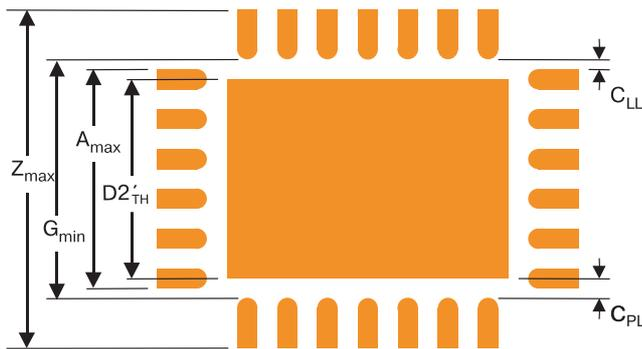

Рис. 3. Размеры контактных площадок печатной платы
Приведенная формула (1) для G_{min} не позволяет произвести расчет размеров площадок по всем четырем сторонам корпуса. Для предотвращения образования мостиков припоя между соседними площадками, расположенными на перпендикулярных сторонах корпуса, необходим зазор C_{LL} (рис. 3). Его принимают равным 0.1 мм, и в результате формула для определения G_{min} выглядит следующим образом:
Размеры площадки под теплоотвод равны, как правило, размерам теплоотвода. Однако, в зависимости от размеров выводов корпуса ее размеры могут быть скорректированы во избежание образования мостиков припоя между выводами и теплоотводом. Расстояние между площадками под выводы и теплоотводом принимают равным $C_{PL} = 0.15$ мм (рис. 3).